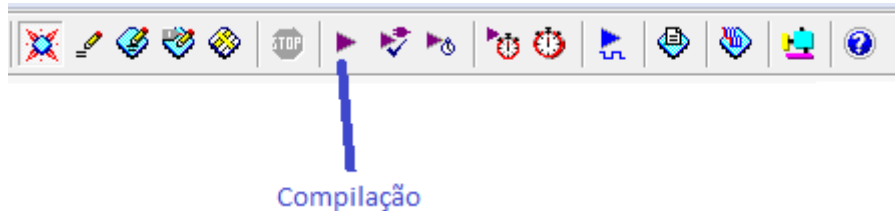

Figura 7 - Barra de ferramentas do Quartus^(R) II 9.1, destacando o botão de compilação.
- **Processing -> Start Compilation**, ou um clique no botão indicado na figura 7, da barra de ferramentas do Quartus^(R) II 9.1.
Para configurar o modo Funcional, deve-se preencher o modo de simulação com **Functional**. A figura 7, mostra esta configuração.